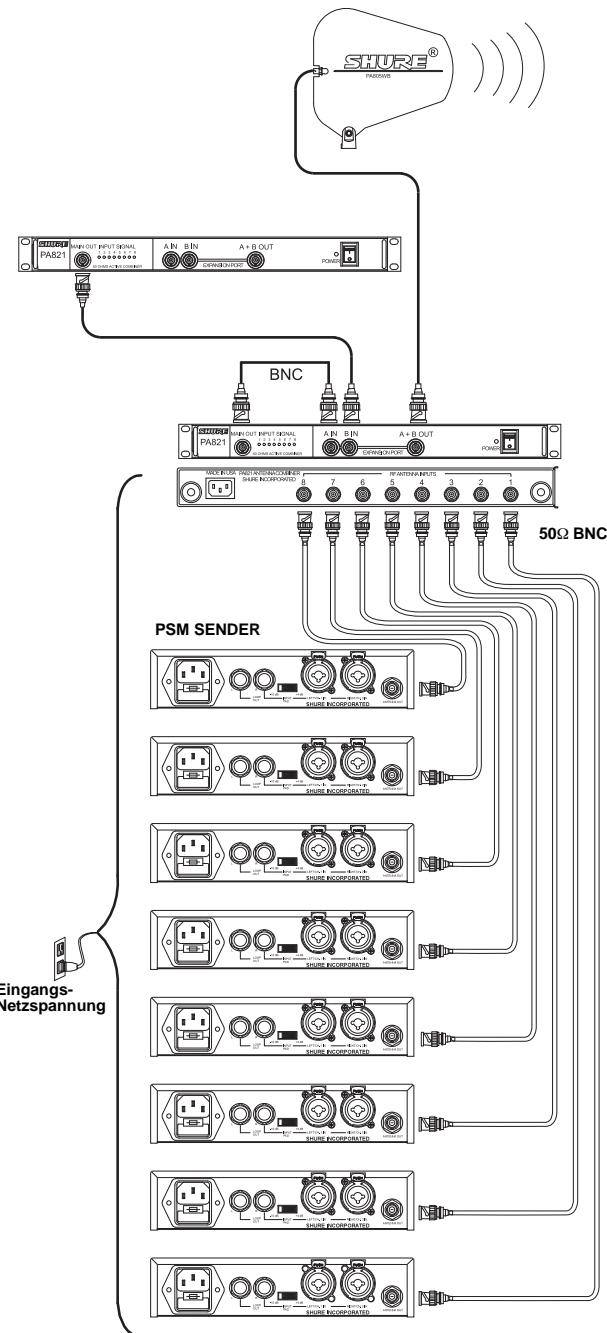

ABBILDUNG 3
- Eine Antenne an den Ausgang **A + B (OUT)** des Erweiterungsanschlusses anschließen. Für Breitbandanwendungen die Richtantenne PA805 verwenden, (Abbildung 3).